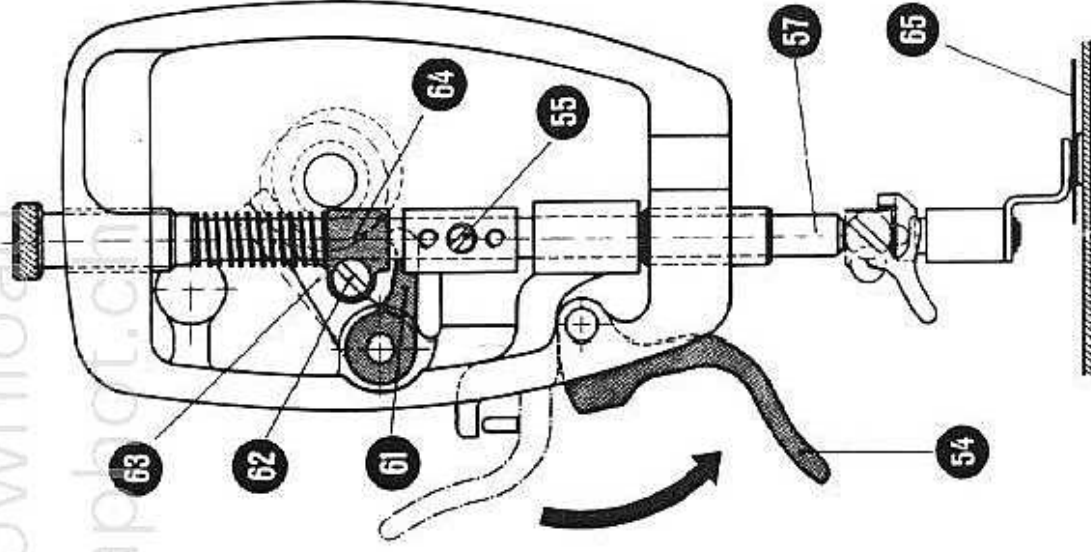
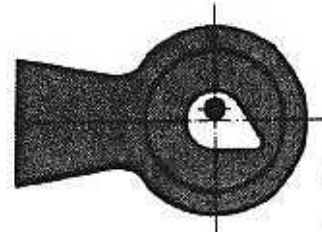

Abb. 21
Abb. 22
Zu 8: Zum Einstellen des Stopfmechanismus (Abb. 21) nimmt man zunächst den normalen Nähfuß von der Maschine ab, setzt das Stopfplättchen auf die Stichplatte und befestigt den Stopfuss an der Stoffdrückerstange (57). Der Stichplattenverstellhebel (18) muss in der Null-Lage stehen, sodass die Nadel beim Stopfplättchen genau in der Mitte des Stichloches einsticht. Der Stopfuss besitzt ein ovales Stichloch. Die Nadel sticht in der Stopfusssole etwas ausserhalb der Mitte ein (Abb. 22). Das Einstellen der Stopfusshöhe erfolgt derart, dass der Abstand zwischen Stopfplättchen und Unterkante Stopfusssole 0,8 mm beträgt. Man stellt die Nadelstange und die Stoffdrückerstange in die Tiefstlage, damit der auf der Rückseite des Schwungstückes sitzende Stopfexcenter in der richti-